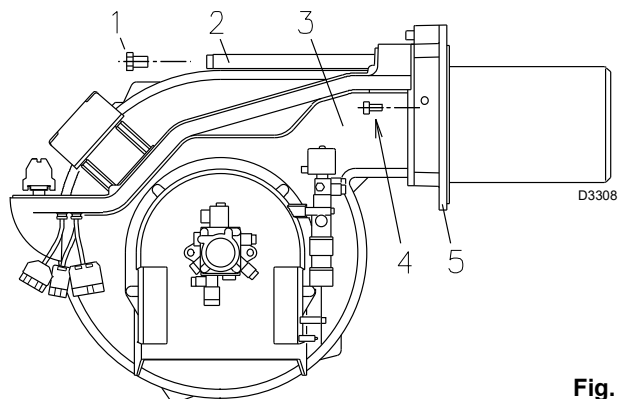

Fig. 12
- Tirar as porcas 1)(Fig. 12) e o disco 2).
- Substituir a boquilha com a chave 3)(Fig. 12).